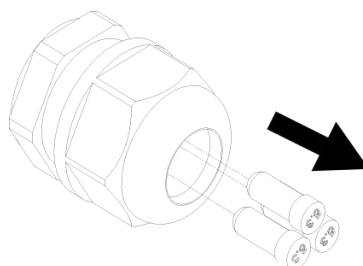

Figura 3.26: Ruela de compressão e batente.
Passo 1: Afrouxe a ruela de compressão no ponto de fixação do cabo na interface de comunicação e retire os batentes, conforme mostrado na Figura 3.26.